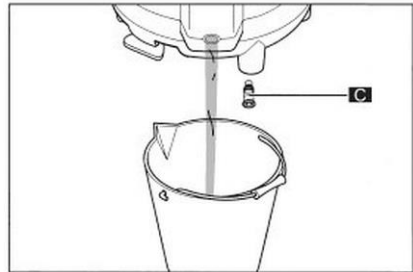

Fig. 45
6. Retire o parafuso de purga (C) do tanque de água com uma moeda ou uma chave Allen.
7. Puxe o parafuso de purga para trás (C) e aguarde que a água esorra completamente do tanque de água (Fig. 45).